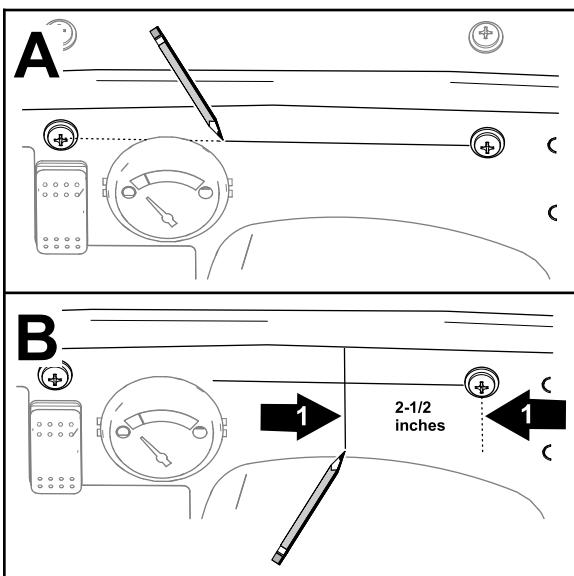

Figure 24
1. Au-dessus de la jauge de carburant, tracez un trait horizontal entre les vis cruciformes qui fixent la planche de bord, comme montré à la Figure 24.
2. Mesurez 64 mm à partir de la vis cruciforme de droite, le long du trait tracé à l'opération 1, puis tracez un trait vertical de 50 mm sur la planche de bord, comme montré à la Figure 24.